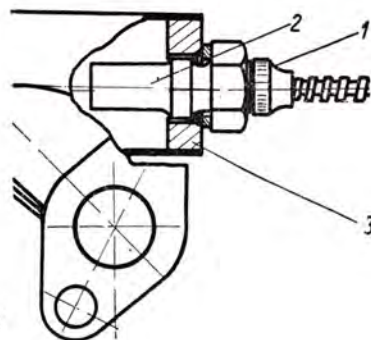

Abb. 152
4. Die Motorhaube ist aufzuklappen und die Überwurfmutter (Abb. 152/1), die das Endstück des Kapillarrohres (Abb. 152/2) des Fernthermometers an den Deckel in der Wasserabflussleitung (Abb. 152/3) befestigt, ist abzuschrauben. Die vom Wasser-Fernthermometer gelöste Kapillare ist unter